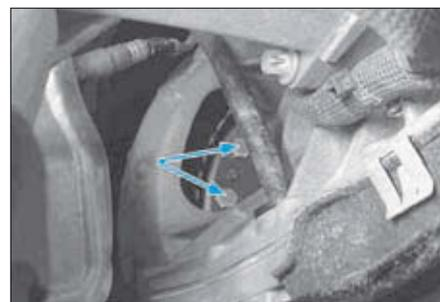

FIG. 5
- Déposer les vis du convertisseur de couple (Fig.5).